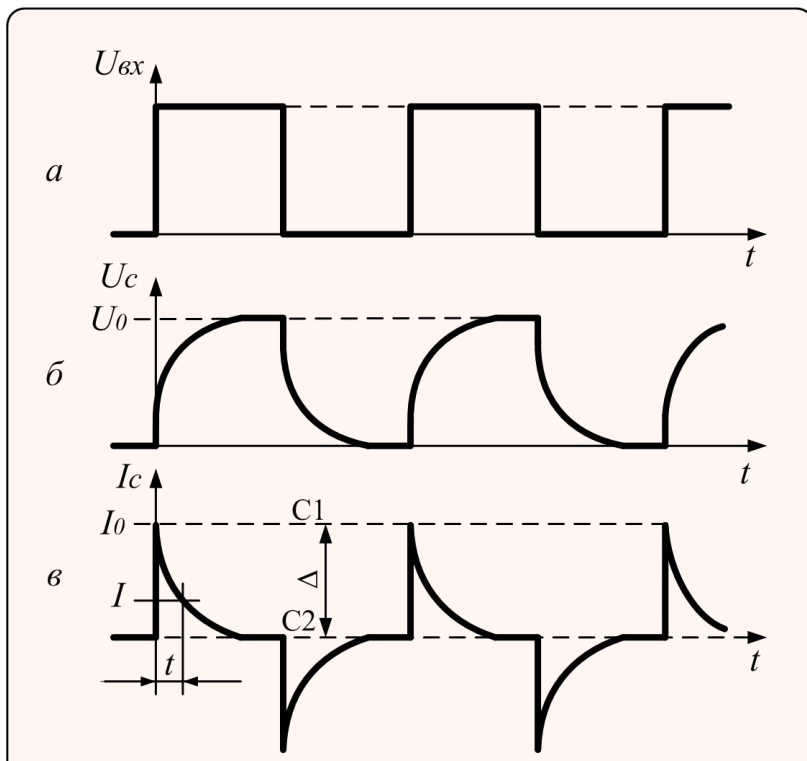

Рис. 302.6
23. Используя курсоры, измерить величины  $U_0$ ,  $I_0$ . При измерении  $U_0$  и  $I_0$  выбрать кнопкой « $\Delta V \Delta t$  OFF» ( $\Delta V \Delta t$  ВЫКЛ.) горизонтальные курсоры. Установить курсор C2 на горизонтальную ось. Для этого можно выключить исследуемый сигнал кнопкой «GND» (ЗАЗЕМЛЕНИЕ) в соответствующем канале, совместить курсор C2 с горизонтальной линией, а затем снова включить сигнал. Установить курсор C1 на вершины соответствующих импульсов (рис. 302.6, в). Отсчёт показаний курсоров будет показан внизу экрана. Если производится измерение параметров напряжения на конденсаторе  $U_c(t)$  (см. рис. 302.6, б), то надо считывать показания « $\Delta V1 = \dots V$ », а если
измеряется величина тока через конденсатор  $I_c(t)$  (см. рис. 302.6,е), то надо считывать показания « $\Delta V2 = \dots mV$ ».